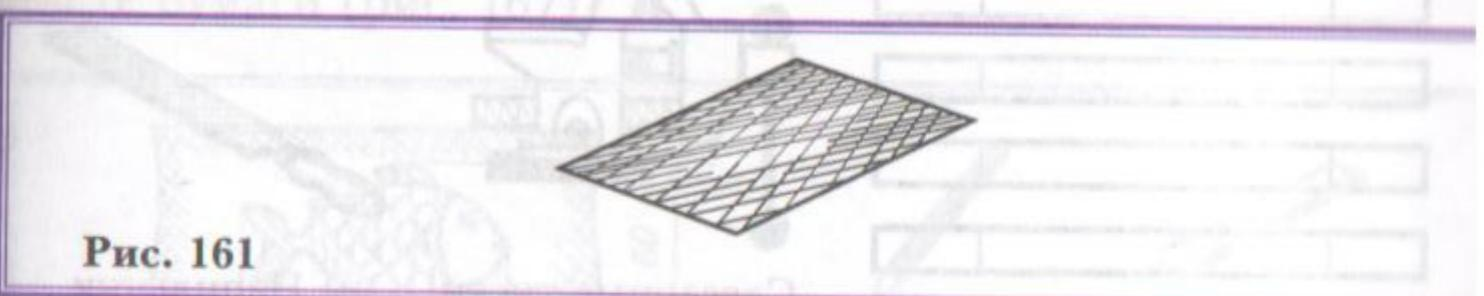

Рис. 161
1. Взять выбранную заготовку — лист жести толщиной 0,5 мм (рис. 161).